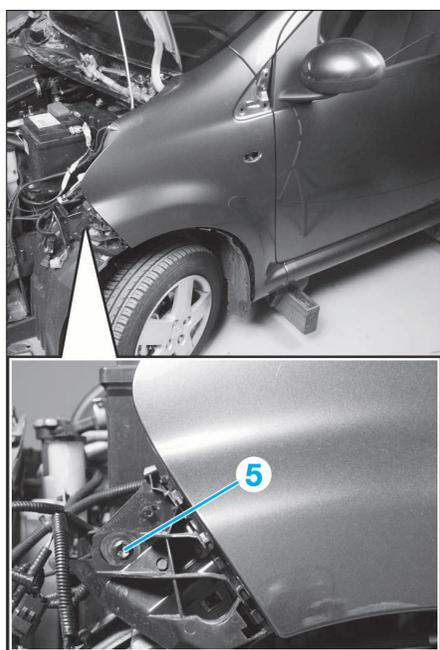

FIG. 17
- Déposer la vis de fixation (5) (Fig.17).